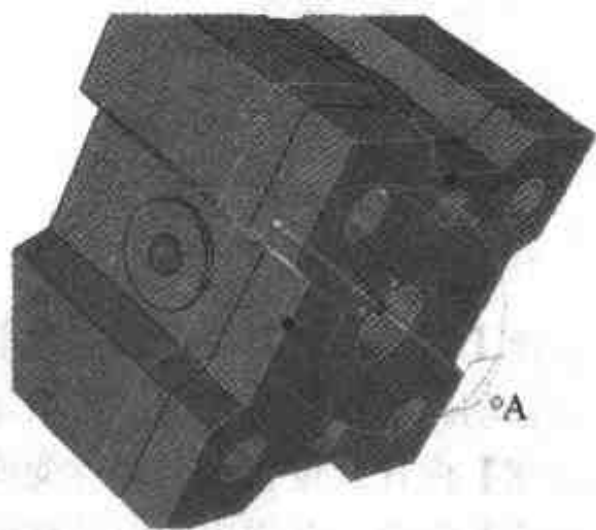

图 3.79 安装定位板
- (1) 单击【插入零件/装配】按钮 , 用 3.3.2 节所讲的方法打开光盘 \score\example\jixie\3\钻模装配\5 定位板.ics 文件。
- (2) 在【设计树】里面选择【5 定位板】, 然后单击【三维球】按钮 , 单击如图 3.79 所示的手柄(A), 向下移动一定距离, 右击显示的数值, 将距离改为 10。
- (3) 按 F10 键, 关闭【三维球】命令。